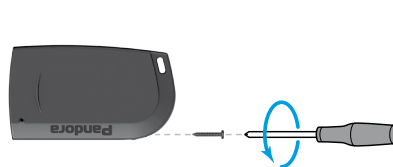

рис.3
- выкрутите винт с помощью крестовой отвертки «PH00» (рис. 3);